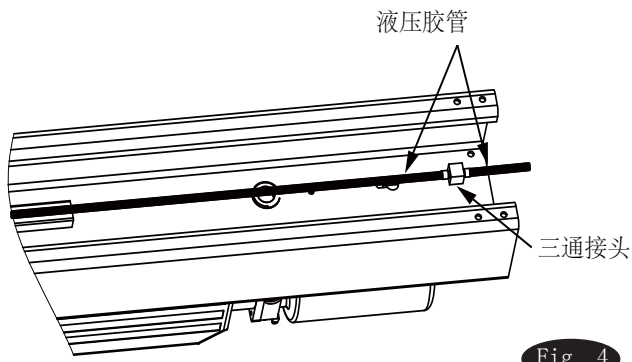

Fig. 4
4. 液压站接头: 立柱任然躺在地上, 将滑台推高至能安装液压站接头的合适位置。然后将液压站接头和胶管连接到立柱上。M型见 Fig. 3, E型见 Fig. 4。